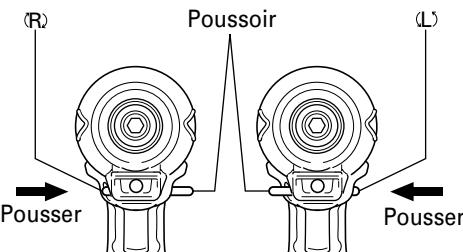

Fig. 7
La mèche tourne dans le sens horaire (vu de l'arrière) quand on appuie sur le côté R du bouton-poussoir. En appuyant sur le côté L du bouton-poussoir, la mèche tourne dans le sens anti-horaire. (Voir Fig. 7). (Les repères (L) et (R) sont marqués sur le corps.)